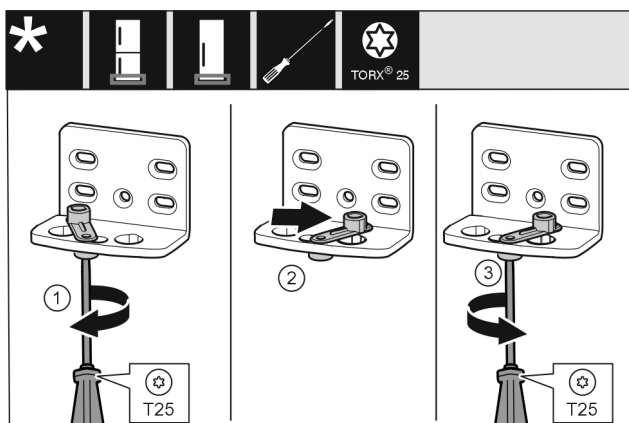

Fig. 14
- ▶ Schroef Fig. 14 (1) met een schroevendraaier losdraaien.
- ▶ Deursluidhulp Fig. 14 (2) optillen en 90° naar rechts in de boring draaien.
- ▶ Schroef Fig. 14 (3) met een schroevendraaier vastschroeven.